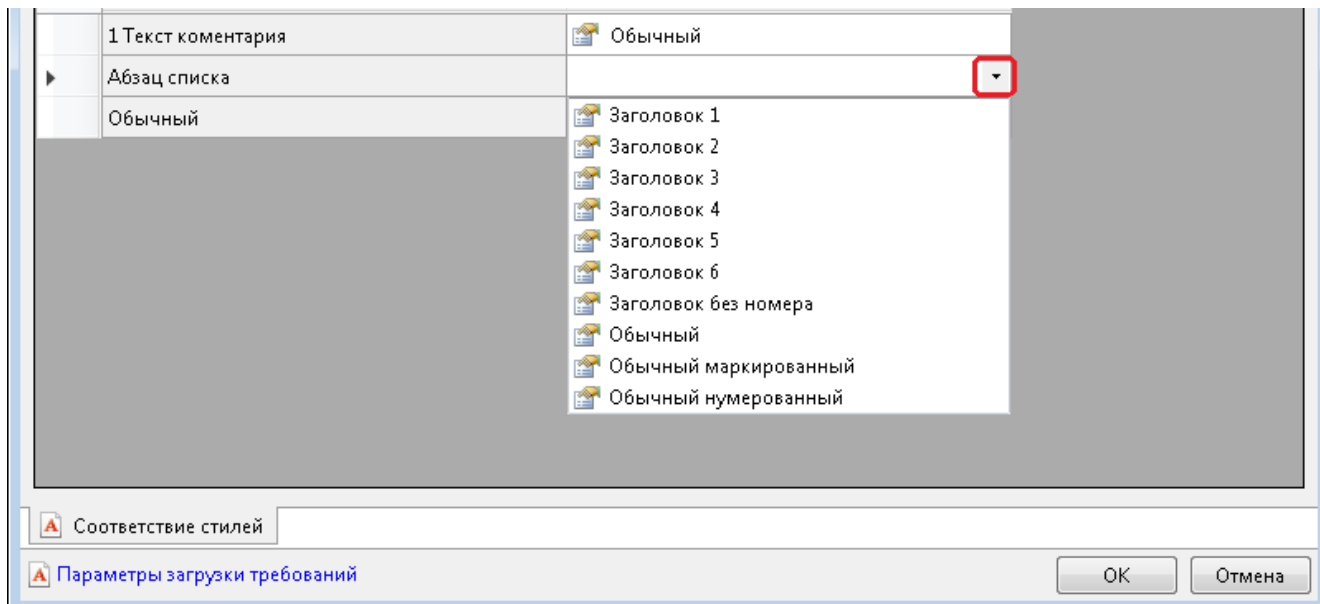

Рисунок 11 — Список используемых стилей документа
2) если в указанном фрагменте документа не будет стилей, которые система могла бы трактовать как заголовки, то в окне для ввода параметров загрузки система представит список используемых в указанном фрагменте документа стилей. Если фрагмент текста указанного стиля (в колонке слева) должен быть загружен в систему в качестве требования, то для него нужно указать в колонке справа применяемый стиль в системе (выбрать из списка, рисунок 11).